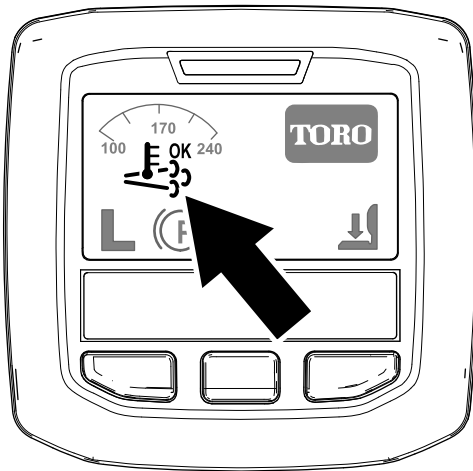

Figure 33
- L'icône de régénération assistée/commandée s'affiche sur l'InfoCenter (Figure 33).